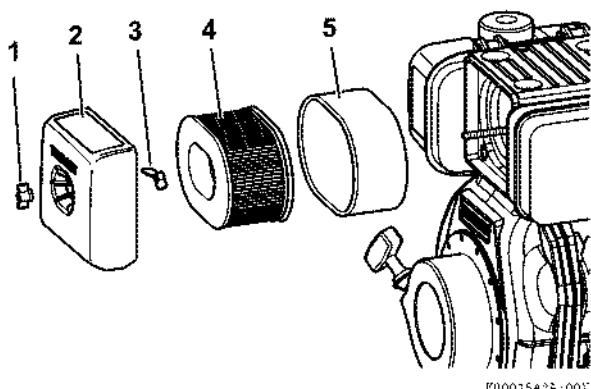

Рис. 70
1. Открутите гайку-баращек (Рис. 70, (1)).
2. Снимите крышку воздушного фильтра (Рис. 70, (2)).
3. Открутите гайку-баращек (Рис. 70, (3)).
4. Выньте фильтрующий элемент (Рис. 70, (4)) (Рис. 70, (5)).
8. Очистите крышку воздушного фильтра (Рис. 70, (2)).
9. Установите фильтрующий элемент (Рис. 70, (4)) в корпус воздушного фильтра.
10. Вложите слой из пены (Рис. 70, (5)) вокруг фильтрующего элемента (Рис. 70, (4)).
11. Установите гайку-барашек (Рис. 70, (3)) и закрутите. Не прикладывайте чрезмерных усилий, закручивая гайку, это может повредить воздушный фильтр.
12. Закройте крышку воздушного фильтра (Рис. 70, (2)).
13. Установите гайку-барашек (Рис. 70, (1)) и закрутите. Не прикладывайте чрезмерных усилий, закручивая гайку, это может повредить воздушный фильтр.